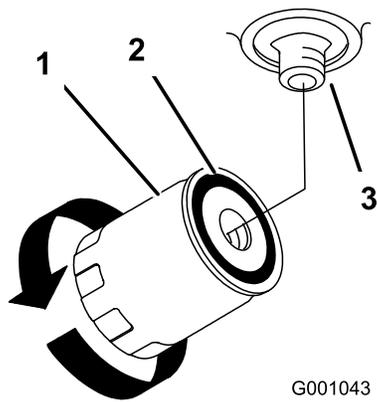

図 75
- オイルフィルタを外し、フィルタのアダプタのガスケットの表面をきれいに拭く 図 75。
- ガスケットがアダプタに当たるまで手でねじ込み、そこから更に1/2回転増し締めする (図 75)。